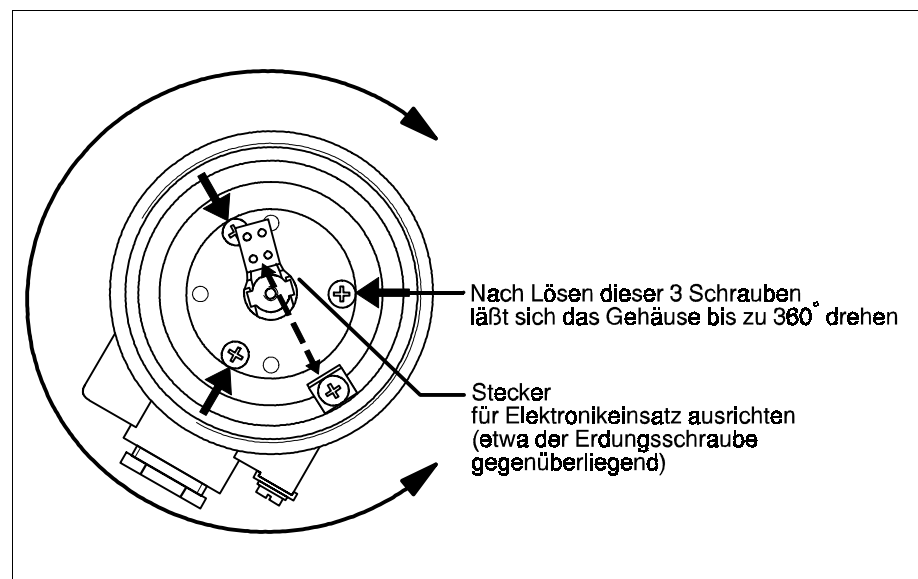

Fig. 11
- 3 Schrauben im Gehäuse etwas lösen, siehe Fig. 11